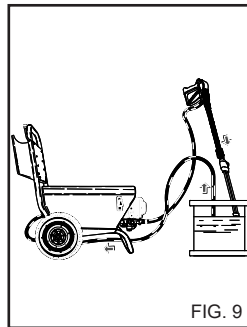

FIG. 9
- 1) Dopo l'uso con detergente, risciacquare il circuito di aspirazione; infilare il tubo di aspirazione (fig. 9) detergente in una tanica di acqua pulita e far funzionare la pompa per 1 minuto a rubinetto dosaggio completamente aperto e lancia in fase erogazione detergente.
razione; infilare il tubo di aspirazione (fig. 9) detergente in una